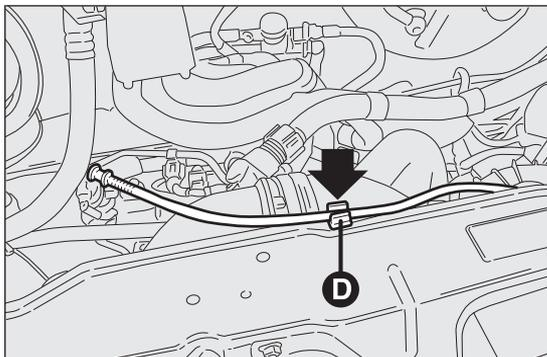
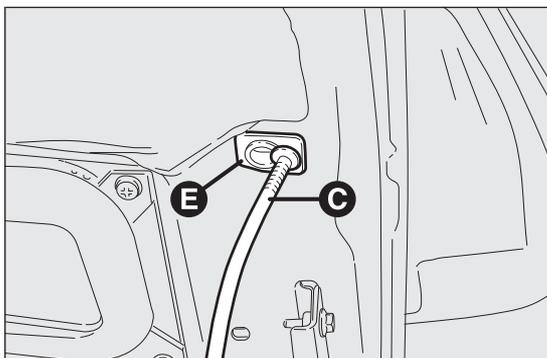

Abb. 128
Abb. 129
- die Motorhaube anheben und gleichzeitig die Stützstange Abb. 128 aus ihrer Einrasthalterung D lösen, anschließend das Ende Abb. 129 der Stange in die Aufnahme E an der Motorhaube einsetzen.
- die Motorhaube mit einer Hand hochhalten und mit der anderen Hand die Stange C Abb. 129 aus der Aufnahme nehmen und in ihre Einrasthalterung D Abb. 128 drücken;